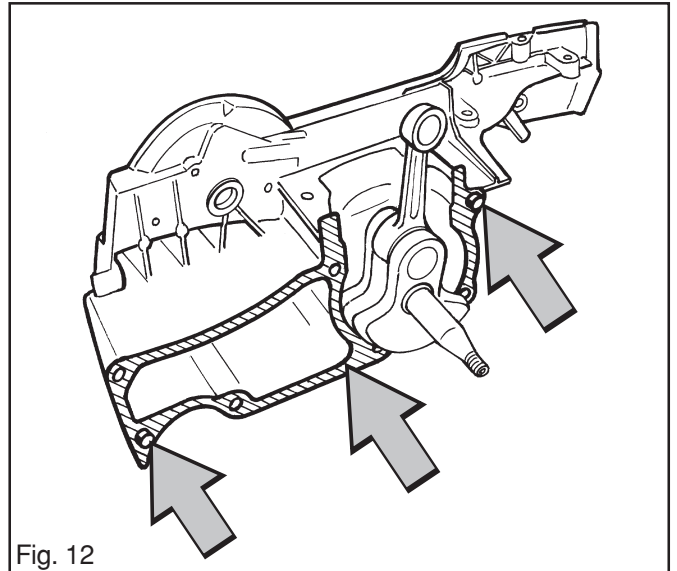

Fig. 12
- Placer la goupille de guidage dans le demi-carter du côté embrayage, graisser et mettre en place la garniture. Voir la fig. 12.